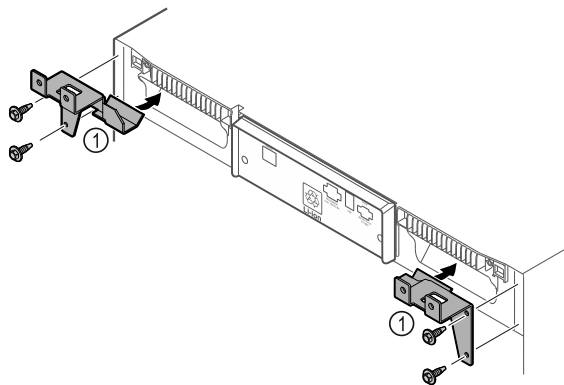

Fig. 11
- Szerelje fel a tartóelemeket Fig. 11 (1) a készülékre az önmetsző csavarokkal.